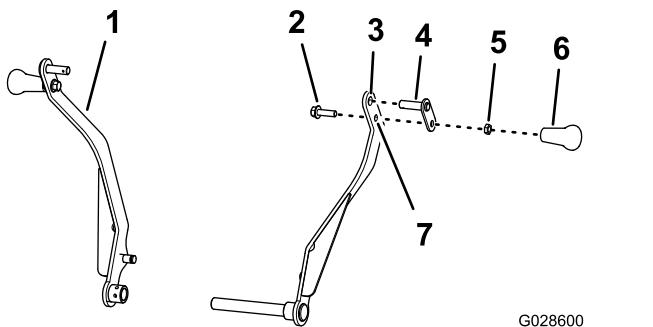

Figura 5
- Monte o pino de articulação através do orifício superior no braço da cavidade (Figura 5).
- Monte o parafuso (3/8 x 1-1/4 pol.) através do orifício inferior no braço da cavidade e o retentor do pino de articulação (Figura 5) com a porca de bloqueio (3/8 pol.) e aperte bem a porca de retenção com 15 a 17 N·m.
- Enrosque o manípulo no parafuso (3/8 x 1-1/4 pol.) e aperte bem o manípulo contra a porca à mão (Figura 5).
- Repita os passos 1 a 4 para o outro braço da cavidade (Figura 5).